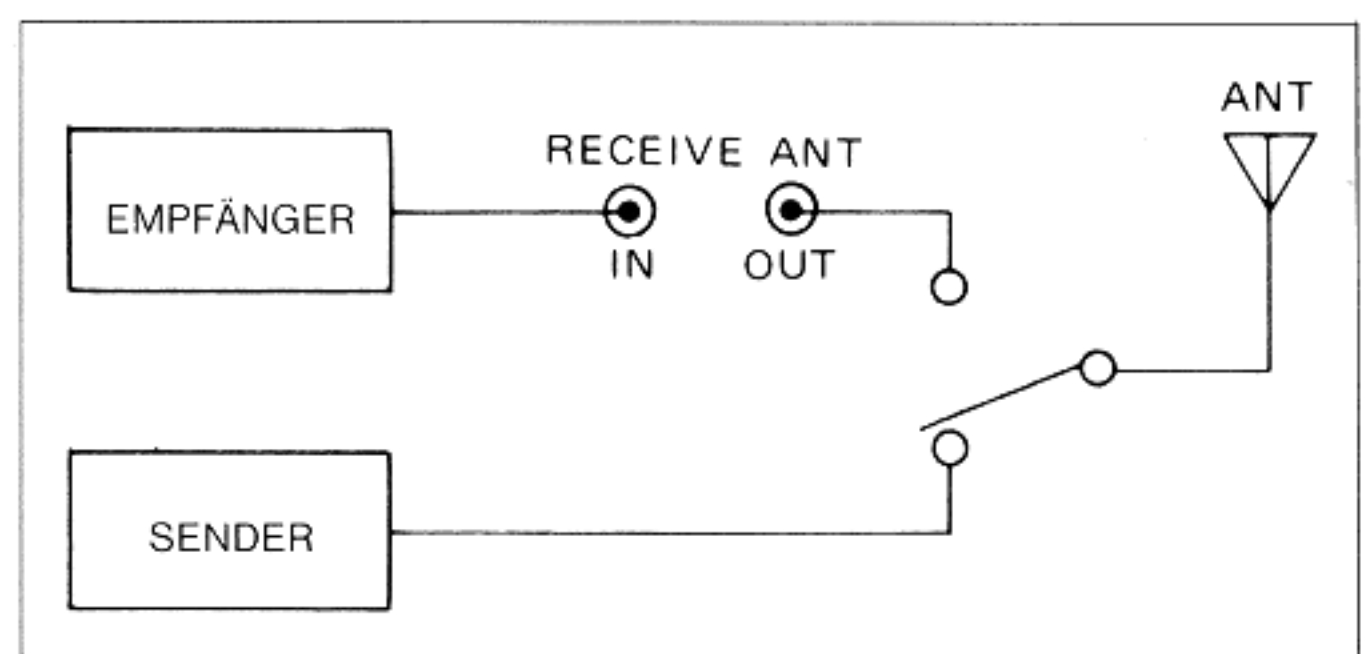

Abb. 1 Anschluß eines Empfängervorverstärkers
1. Einschleifen eines Vorverstärkers (Abb. 1)